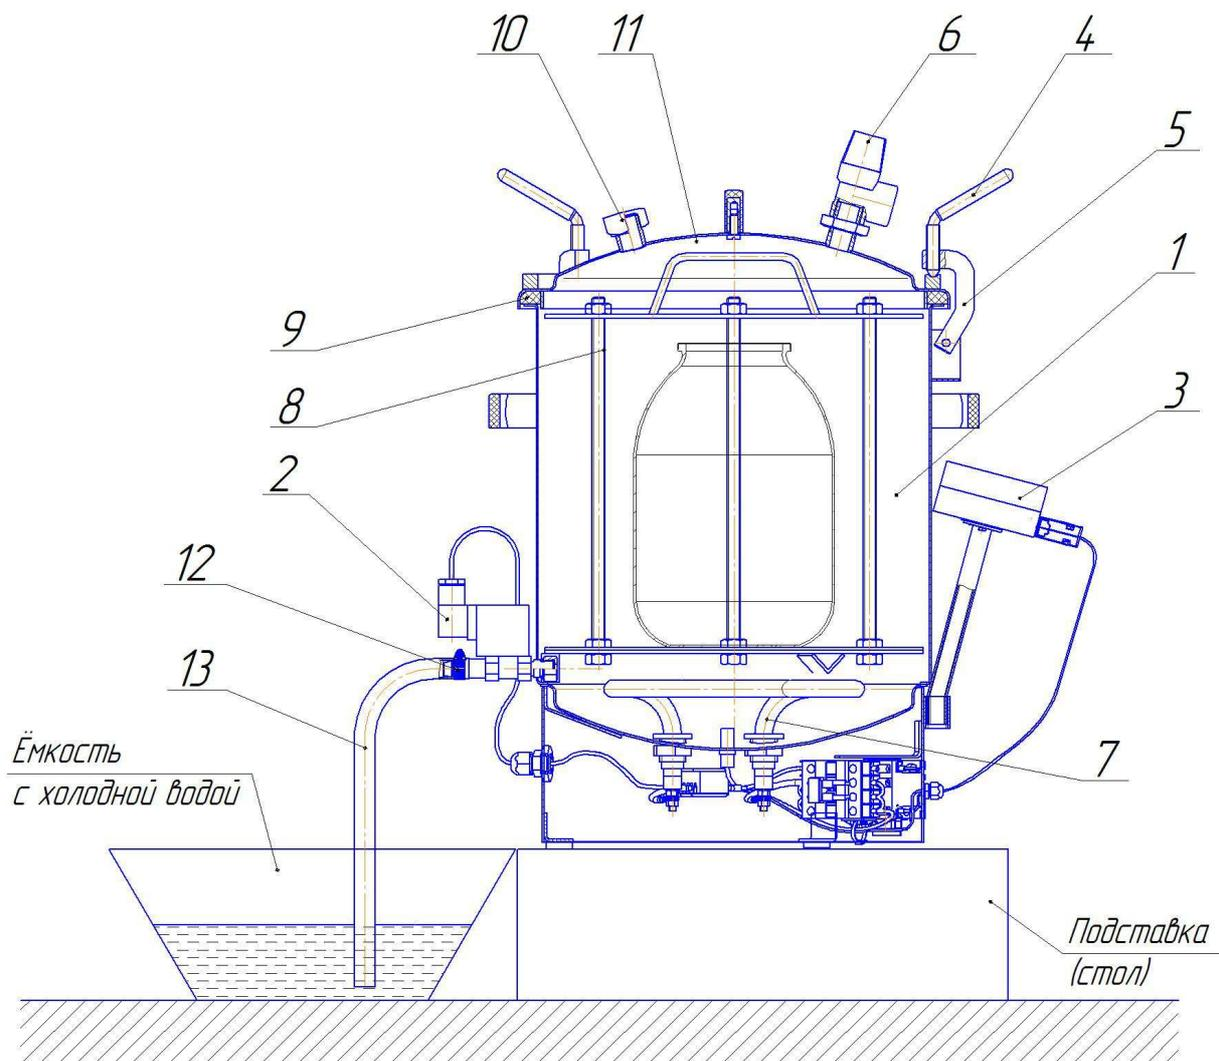
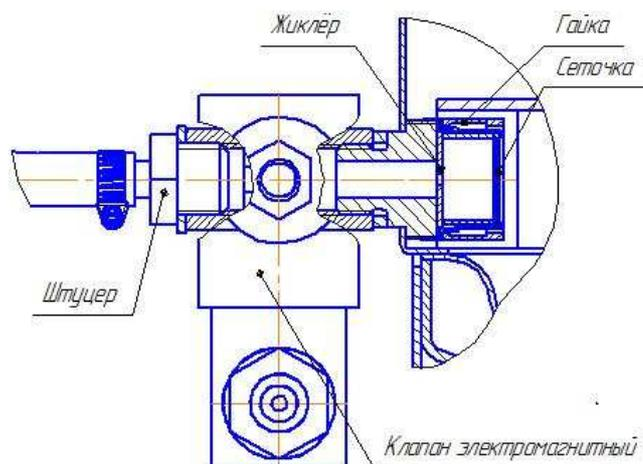

Рисунок 1 — Схема автоклава в сборе
Рисунок 5 — Установка электромагнитного клапана
2.4. Для защиты от брызг и пара при сливе воды с температурой выше 100 °С, конец шланга слива 13 (рис.1) опустить в ведро (или другую ёмкость) с небольшим количеством холодной воды (водяной затвор) и закрепить его (например, привязав шланг к ручке ведра), иначе возможны хаотичные движения шланга с выбросом пара и горячей воды во все стороны в первые минуты слива воды.
■ не откручивать ручки 4 (рис. 1) крышки автоклава;
- при необходимости сбросить давление в автоклаве, повернув головку предохранительного клапана 6 (рис. 1) не достигая щелчка (для предотвращения попадания пара на руку надеть защитную перчатку), до полного прекращения выхода пара;
- отвинтить ручки 4 (рис. 1), отбросить кронштейны 5 и снять крышку 11;
4.2. Установить автоклав на подставку (рис.1).
4.4. Вкрутить штуцер (рис. 5 см. ниже) в клапан. Надеть конец шланга слива 13 (рис.1) на штуцер и закрепить его хомутом 12, другой конец опустить в ведро (или другую ёмкость) с небольшим количеством холодной воды и закрепить его (например, привязав шланг к ручке ведра). Для удобства удаления выливаемой воды заранее установить рядом второе пустое ведро.
4.5. Проверить затяжку заглушки с прокладкой 10 (рис. 1).
Для этого (см. рис. 5): выкрутить гайку 6 (против часовой стрелки), вынуть жиклёр и сетку, тщательно промыть их проточной водой. После чистки и мойки установить их на место и закрутить гайку.